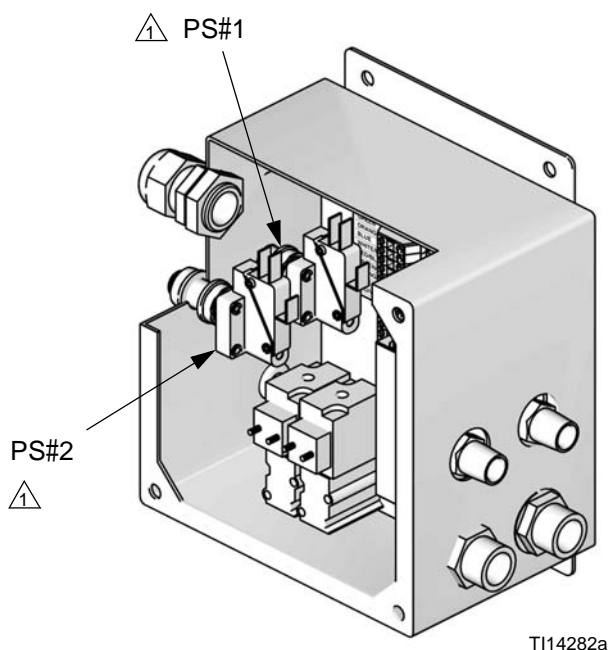

図 5。圧カスイッチ（二個図示）を設置して下さい
1. それぞれガン洗浄ボックスキットには、1つの圧カスイッチ（PS）が含まれます。GFB インタフェースモジュールは1つか2つの圧カスイッチに対応可能です。スイッチはエンクロージャーの左側に設置して下さい。図 5 を参照して下さい。